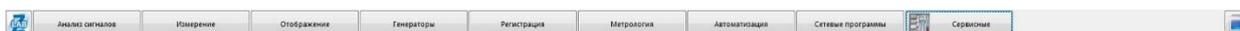

Рис. 2.1 Панель ZETLAB
При необходимости конфигурирования устройств, входящих в состав ССО регистрации, используется программе «Диспетчер устройств», которая располагается в меню «Сервисные» на панели ZETLAB (Рис. 2.1).
9. Также существует возможность, в любое удобное время, самостоятельно запустить ПО «ZETTrends» из меню «Регистрация» панели ZETLAB (Рис. 2.1).